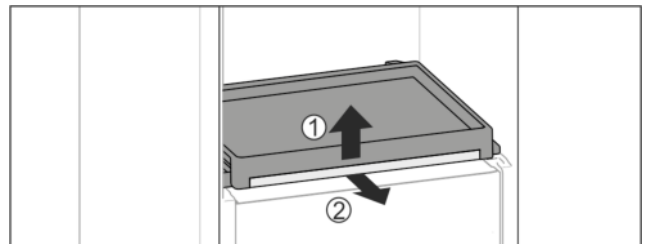

Fig. 79
- Auszugsbord mit Glasplatte entnehmen: Glasplatte vorne leicht anheben Fig. 79 (1) und nach vorne herausziehen Fig. 79 (2).